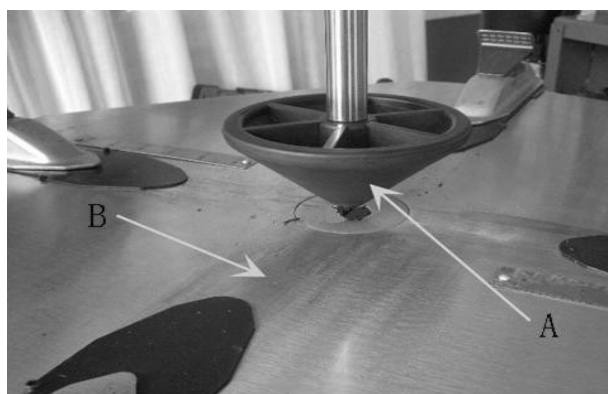

図 7-6
7.1.7 エア供給源に接続し、プレスコーンローラー接続ロッドを回転アームの回転軸穴(図 7-6-A)に挿入します。先端を作るために手動で方向転換バルブハンドル